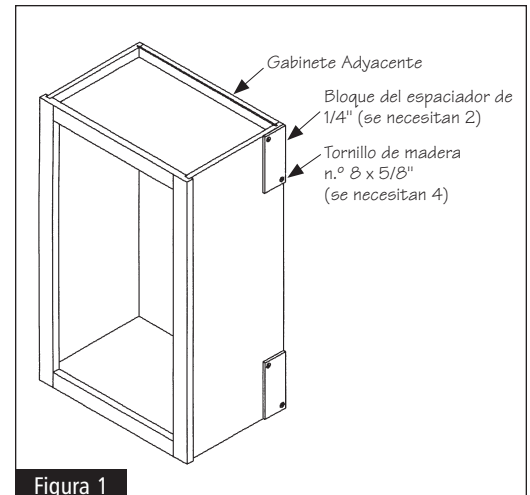

Figura 1
- 1** Avance al paso #2 si desea fijar la pared de extremo de repisa (SEW) a un panel lateral de 1,91 cm de grosor. Corte el espaciador de madera de 1/4" a la mitad y fíjelo a la parte posterior del panel lateral del gabinete adyacente. Perfore y abocarde dos agujeros guía de 3/32" de diámetro a través de cada uno de los espaciadores y fije éstos al panel lateral del gabinete al que va a montar el SEW usando dos tornillos de madera n.º 8 x 5/8" por cada espaciador. Asegúrese de que la cabeza del tornillo esté alineada con la superficie del espaciador. Vea la figura 1.